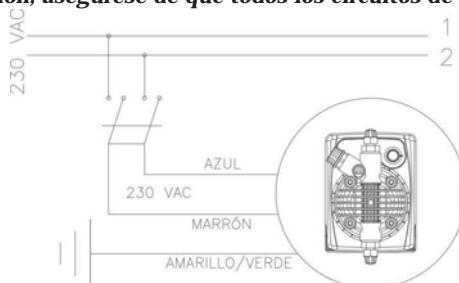

Fig. 4
1. Asegúrese que esté desactivada eléctricamente (ambas polaridades) desconectando los conductores de los puntos de contacto de la red con el interruptor omnípoliar de distancia mínima entre contactos de 3 mm. (Fig. 4).
- b.- Respete las leyes en vigor de cada país por lo que concierne a la instalación eléctrica (Fig. 4).
- a. Asegúrese de que esté desactivada eléctricamente (ambas polaridades) desconectando los conductores de los puntos de contacto de la red con el interruptor omnipolar de distancia mínima entre contactos de 3 mm. (Fig. 4).